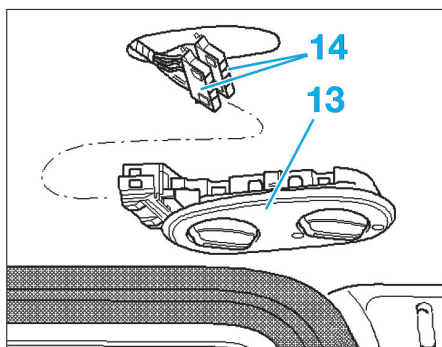

Fig. 29
- Extraire la régulation d'air (13), puis débrancher le connecteur (14) (Fig.29).